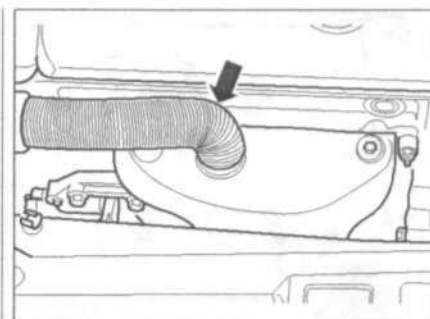

Рис. 2.12. Отсоедините трубку подогрева входящего воздуха (стрелка) от выпускного коллектора.
2. Отсоедините трубку подогрева входящего воздуха (стрелка) от выпускного коллектора (рис. 2.12).